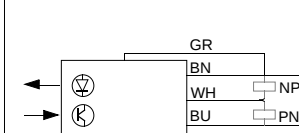

Fig. 5
- Fil blanc** : la fonction de ce fil est programmée par l'interrupteur ④
- 3.1 : interrupteur ④ en position A (alarme), le fil blanc est une sortie d'alarme, qui est du type PNP ou NPN (polarité identique à la sortie principale) (cf. Fig. 5). Cette sortie sera activée en cas d'instabilité du faisceau (cf. Fig. 6).
- White wire** : the function of this wire is programmed by switch ④
- 3.1 : with switch ④ in position A (alarm), the white wire will give an alarm output (PNP or NPN, as the main signal output) (see Fig. 5). This alarm output will switch on in the event of the received beam strength weakening significantly (see Fig. 6).